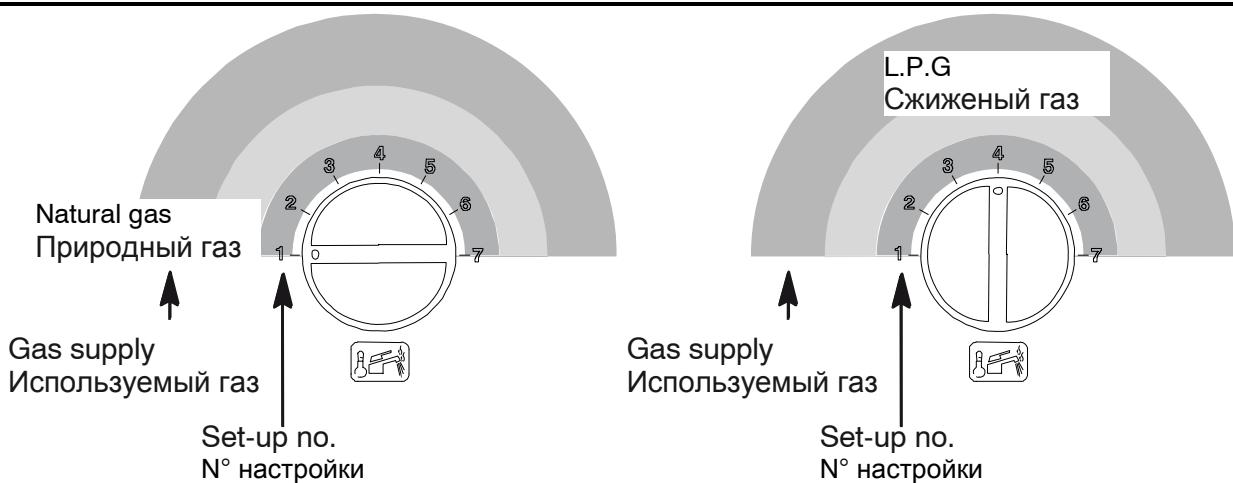

Fig. 7.5
- 7 To change the set-up, turn the sanitary fixture temperature adjustment knob to the correct position Fig. 7.5, the signal LED for boiler blockage flashes quickly.
- 7 Для изменения настройки повернуть рукоятку регулирования температуры ГВС в правильное положение Fig. 7.5, и быстро мигает индикаторная лампа блокирования бойлера.